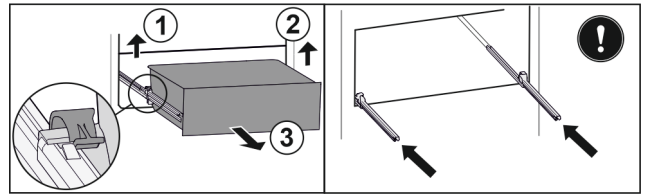

Fig. 81
- Linke Klemme anheben und gleichzeitig Schubfach links nach vorne ziehen. Fig. 81 (1)
- Rechte Klemme anheben und gleichzeitig Schubfach rechts nach vorne ziehen. Fig. 81 (2)
- Schubfach nach vorne entnehmen. Fig. 81 (3)